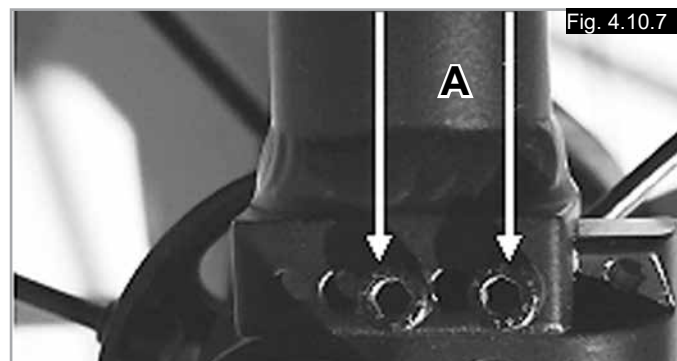

Fig. 4.10.7
Pour régler le centre de gravité, retirez les 2 vis (A), déplacez la fixation à la position désirée (Fig. 4.10.7). Puis resserrez les vis (à 5 Nm).